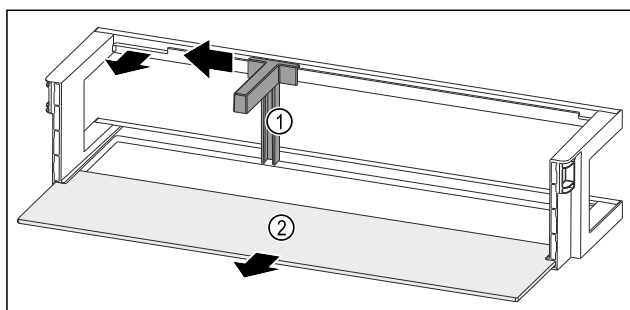

Fig. 213 Türabsteller mit Flaschenhalter und Abstellfläche
- Flaschenhalter Fig. 213 (1) bis zur Aussparung zur Seite schieben.
- Flaschenhalter Fig. 213 (1) entnehmen.
- Abstellfläche Fig. 213 (2) entnehmen.